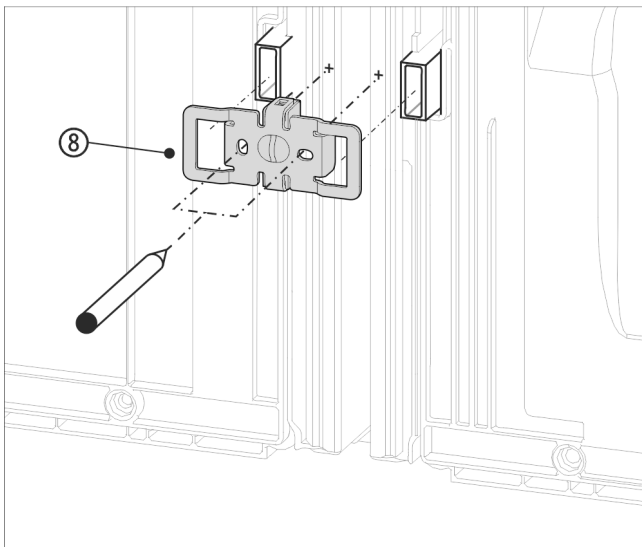

Fig. 18 例图
- 使用凹槽将角 Fig. 18 (8) 推入壁距调整垫片的插槽上方。